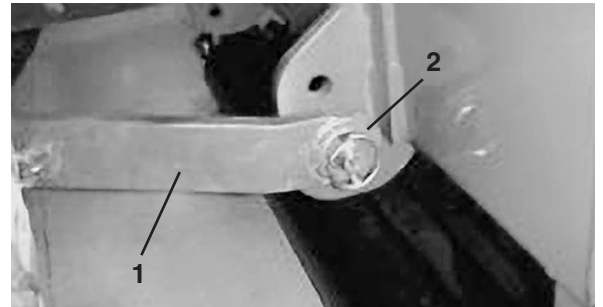

Bild 1
5. Stecken Sie die rechten und linken Unterlenker auf die Anbaustifte (Bild 1).
6. Sichern Sie die Unterlenker mit Klapsteckern an den Anbaustiften ab (Bild 1).